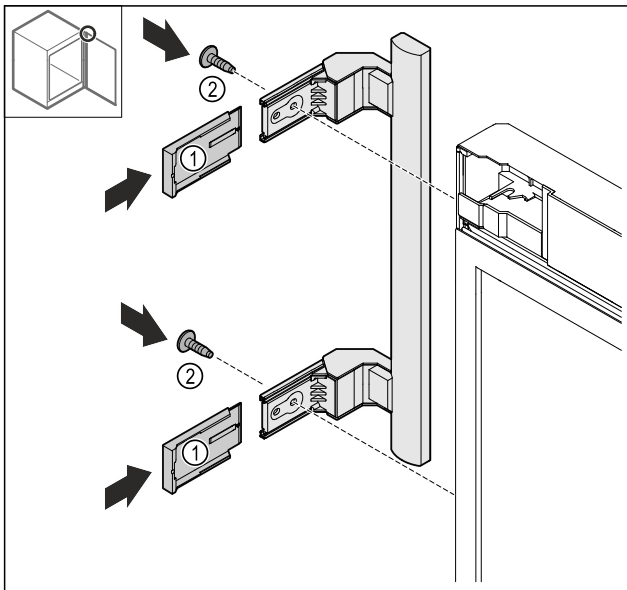

Fig. 21
- ▶ Надвиньте крышки Fig. 21 (1).